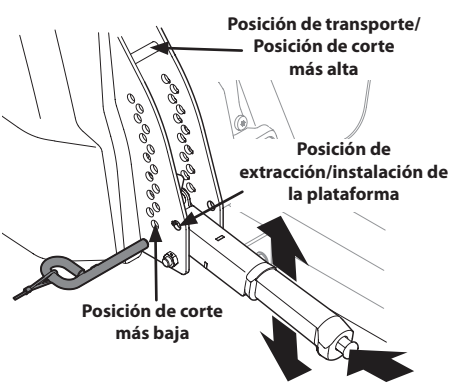

Figura 4-13
- a. Usando la manija de elevación de la plataforma, levante la plataforma a la posición que le ofrece mayor recorrido horizontal de la correa entre las poleas locas de la plataforma y la polea de la PTO en la base del motor. Consulte Figura 4-13.
- d. Baje la plataforma hasta la posición de extracción/instalación usando la manija de elevación de la plataforma. Consulte Figura 4-13.
- e. Baje la plataforma hasta la posición de extracción/instalación usando la manija de elevación de la plataforma. Consulte Figura 4-13.
1. Coloque la manija de elevación de la plataforma en la posición de corte más elevada. Vea la Figura 4-13.